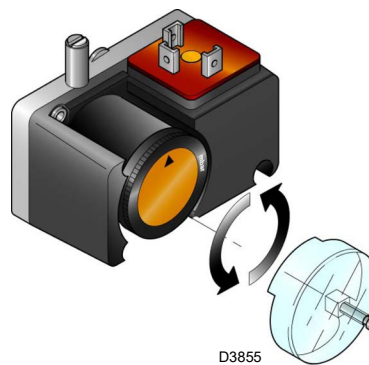

Abb. 32
- Regeln Sie den Druckwächter zur Kontrolle der Dichtheit (Kit PVP) (Abb. 32 auf Seite 34), wenn vorhanden, gemäß den dem Kit beiliegenden Anweisungen.
Regeln Sie den Druckwächter zur Kontrolle der Dichtheit (Kit PVP) (Abb. 32), wenn vorhanden, gemäß den dem Kit beiliegenden Anweisungen.